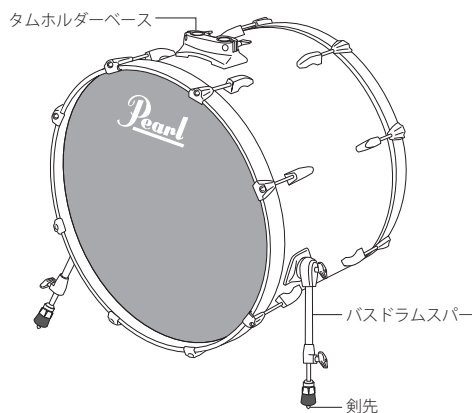

図5
4. タムホルダーベースが上になるよう、バスドラムをおき、左右のバスドラムスパーを出します。左右のスパーが同じ長さになるようにし、必要に応じて剣先を出して下さい（図5）。